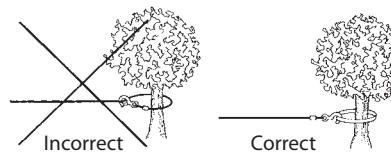

Figure 4
- NE POSEZ JAMAIS LE CROCHET SUR LE CÂBLE LUI-MÊME, SINON VOUS POURRIEZ L'ENDOMMAGER. Utilisez une élingue en nylon (figure 4).